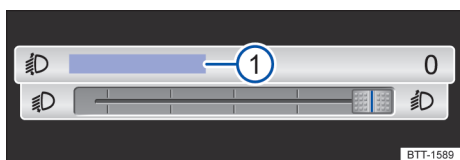

Fig. 84 Sistema Infotainment: controle deslizante para regulagem de alcance do farol.
Dependendo da versão, o alcance da lanterna pode ser ajustado com o regulador correção no sistema Infotainment → Fig. 84.
- Tocar na superfície de função **Regulagem de alcance do farol** → Fig. 84 .